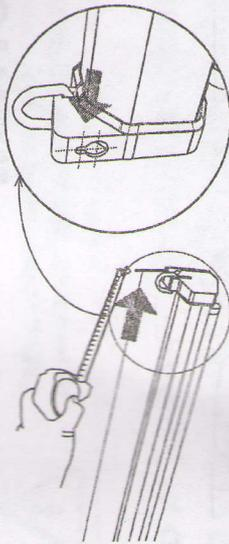
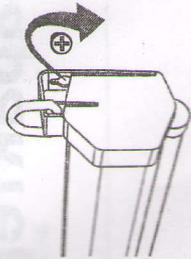

Рис. 1
Рис. 2
- подвешивание на стену: измерьте расстояние между петлями на корпусе, как показано на рис. 1. Прикрутите шурупы соответствующего диаметра к стене с учетом высоты экрана, подвесьте экран крепежными петлями на шурупы, как показано на рис.2;